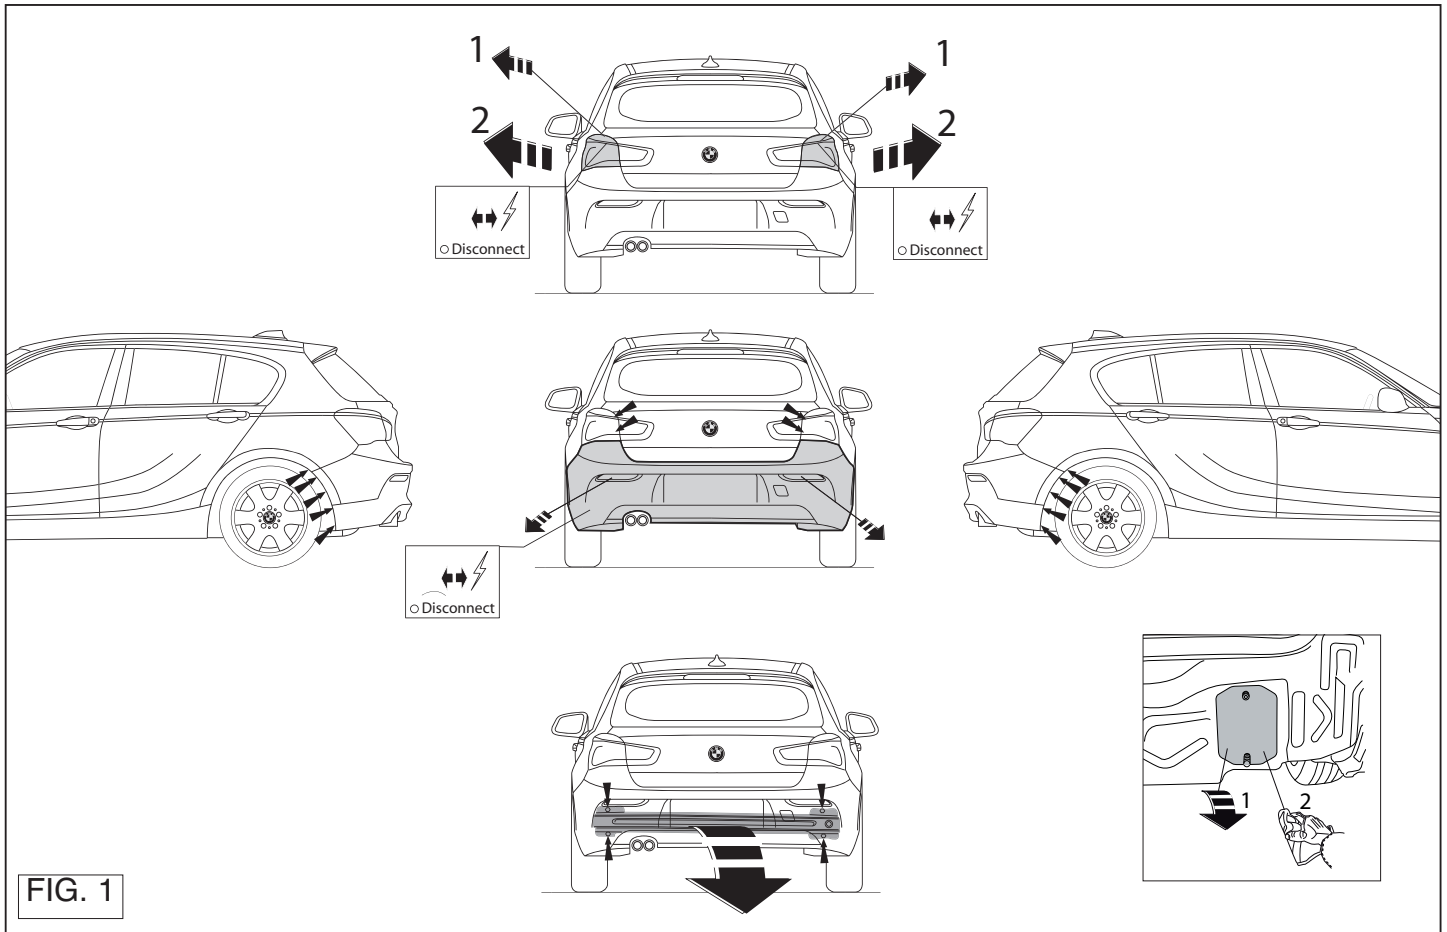

FIG. 1
1. Kiinnitä takavaloyksiköt. Patrz rysunek 1.
2. Irrota puskuri. Patrz rysunek 1.
10. Kiinnitä irrotetut osat. Patrz rysunek 1.
1. Установить оба блока задних фар. См. рисунок 1.
2. Снять бампер. См. рисунок 1.
10. Установить снятые ранее детали. См. рисунок 1.